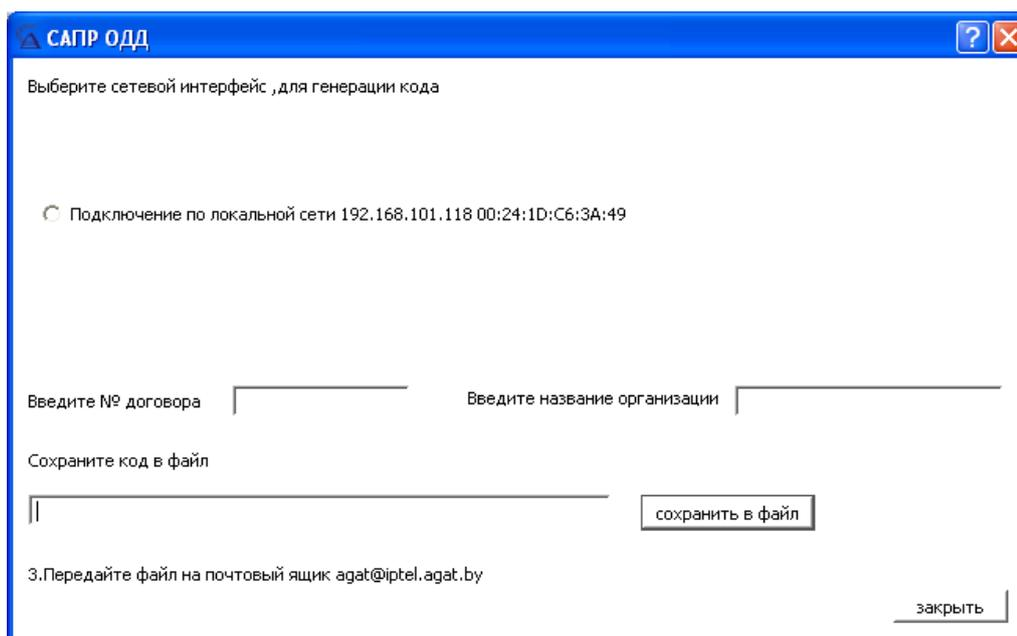

Рисунок 13
5) Из представленного списка сетевых интерфейсов (для генерации кода) выбрать тот, с которым в дальнейшем будет связана программа и заполнить все поля (номер договора, название организации). По завершению сохранить данные в файл, нажав кнопку "сохранить в файл" (рис. 13);